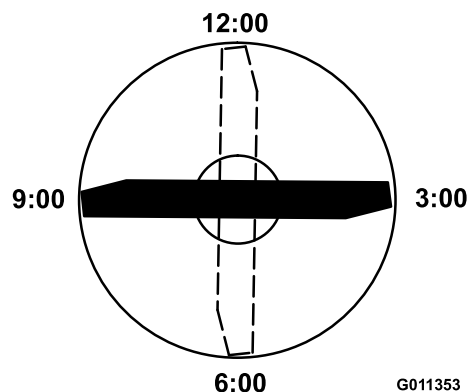

Figure 88
4. Positionnez le tranchant de l'extrémité repérée à la position 12 heures (droit devant dans la direction de la tonte) (Figure 88) et mesurez la hauteur de la surface plane au tranchant de la lame.
5. Tournez l'extrémité repérée de la lame aux positions 3 et 9 heures (Figure 88) et mesurez les hauteurs respectives.